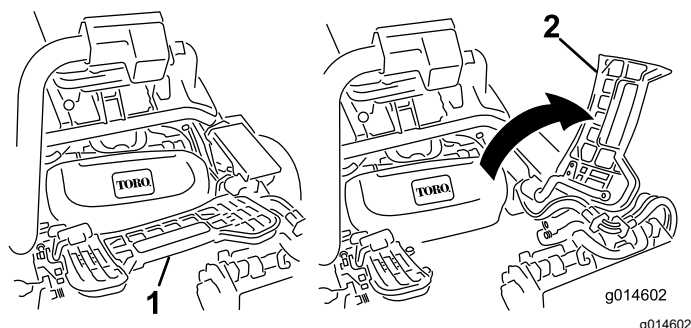

図 69
2. フットレストを跳ね上げて開き、中央カッティングユニット取り付け位置へのアクセスを確保する 図 69。